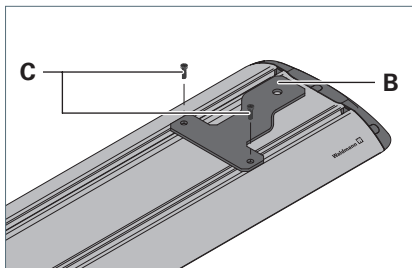
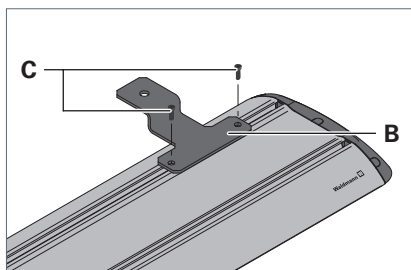

Fig. 6: Winkel für Montageart „Oben, fest“ montieren, Möglichkeit 1.
Fig. 7: Winkel für Montageart „Oben, fest“ montieren, Möglichkeit 2.
- Montieren Sie die zwei beigelegten Winkel **B** mit den beigelegten Schrauben **C** und den Gleitmuttern an die Leuchte und ziehen Sie die Schrauben fest, siehe Fig. 6 oder siehe Fig. 7.